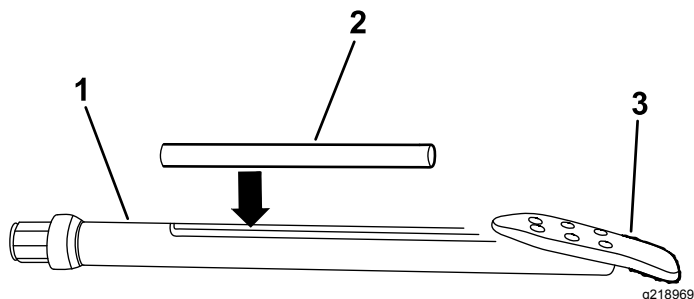

Figure 56
3. Insérez la balise dans le porte-sonde en orientant l'extrémité avant vers l'outil de forage (Figure 56).